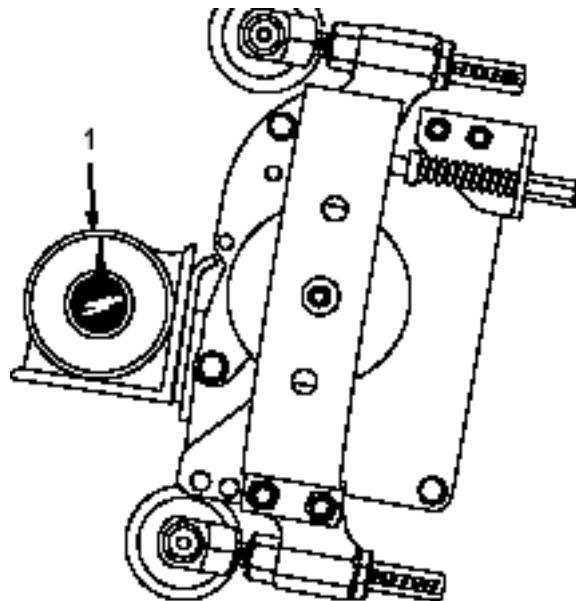

図 20
- ベッドナイフに傾斜計 (P/N 99-3503) を当て、ベッドナイフの角度を測る (図20)。